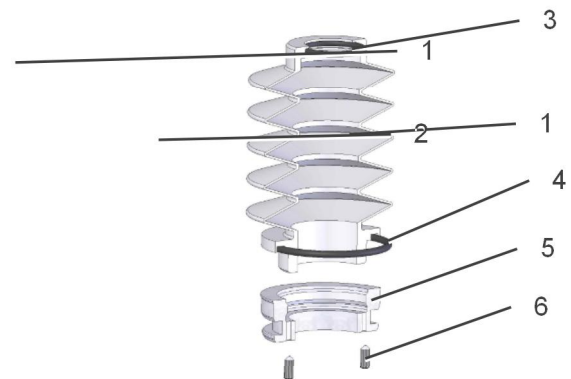

Abb. 9-2: Demontage der Faltenbälge
| | <ul style="list-style-type: none"> Montage der Faltenbälge erfolgt in umgekehrter Reihenfolge, entsprechend Kapitel 9.3 „Demontage der Faltenbälge“. Die Gewindestifte (6) werden mit Weicon Lock AN302-43 (Timmer Art.: 15071259) gesichert (Abb. 9-2: Demontage der Faltenbälge). Die Gewindestifte M6x20 (2) dürfen nur bis kurz vorm Anschlag eingeschraubt werden (Abb. 9-2: Demontage der Faltenbälge). Angezogen werden die Gewindestifte erst wenn die Zweigelenkschwingen an die Querkraftachse montiert wurde (Kapitel 7.4 „Montage der Querkraftachsen, Pumpeneinheit einsetzen“). |